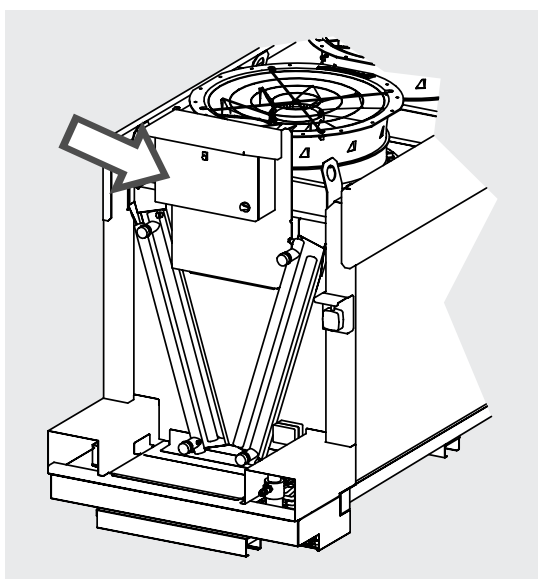

Figure 13
- 8.1 Pour des informations détaillées, veuillez vous référer au diagramme de circuit du tableau de distribution et à tout autre diagramme fourni avec le modèle. Voir la Figure 13.